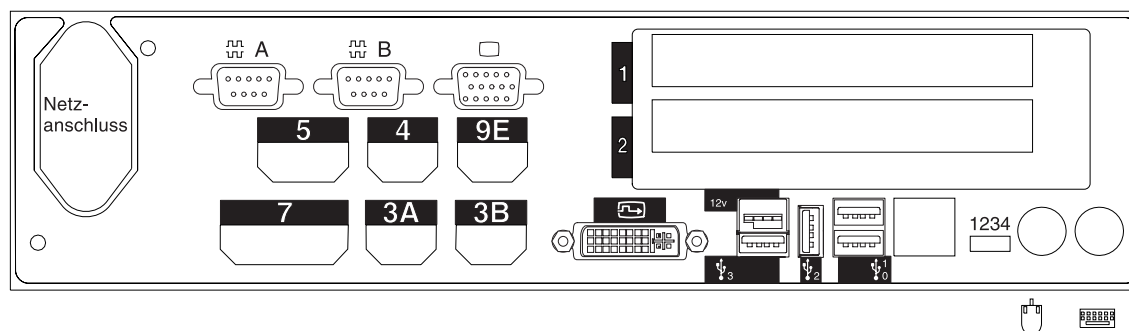
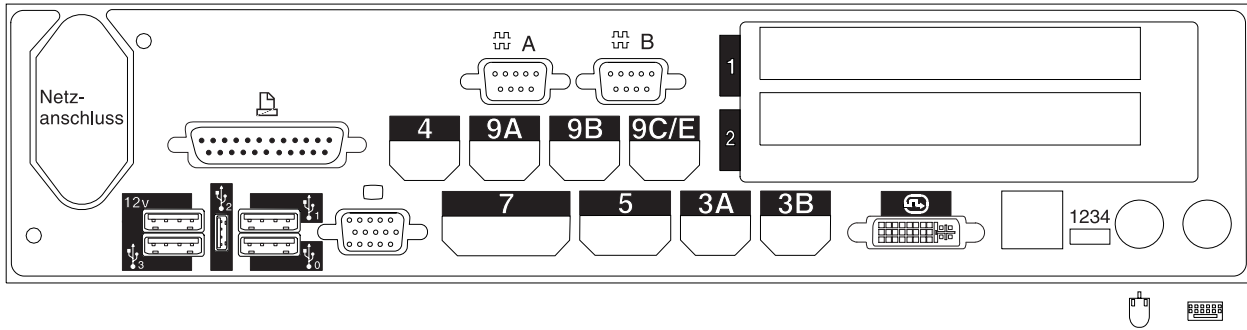

Abbildung 110. Rückseite der Datenkasse IBM 4694-207
Abbildung 111. Rückseite der Datenkassette IBM 4694-247
10. In Abb. 110 und Abb. 111 auf Seite 336 die Buchsen, an die die Kasseneinheiten angeschlossen werden sollen, durch ein X kennzeichnen.